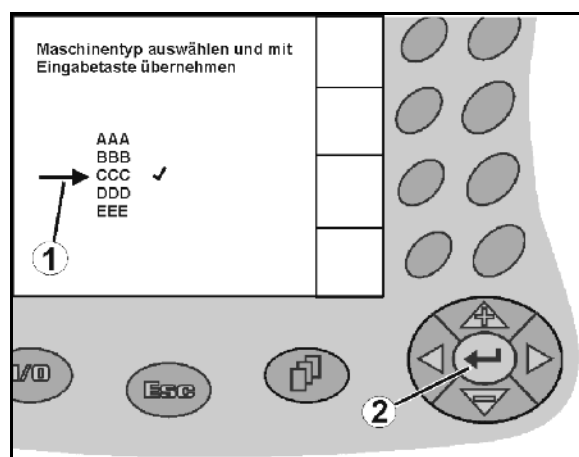

Fig. 14
- Poziționarea săgeții de selectare (Fig. 14/1) cu  și .
-  Preluarea selecției (Fig. 14/2).